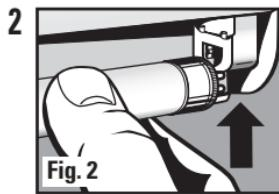

Fig. 2
- 2  Remove the bulb from the fixture by placing your thumbs on the metal ends of the bulb. While applying slight pressure on the bulb, roll the bulb toward you until the contact pins on the ends of the bulb disengage from the socket. Pull the bulb straight out from the socket and set aside during mounting (**Fig. 2**).
Retirez l'ampoule du luminaire en plaçant vos pouces sur les extrémités en métal de l'ampoule. Tout en faisant légèrement pression sur l'ampoule, roulez l'ampoule vers vous jusqu'à ce que les chevilles de contact aux extrémités de l'ampoule se dégagent de la douille (**Fig. 2**). Tirez l'ampoule tout droit pour la faire sortir de la douille et mettez-la de côté pendant le montage.
Installez l'ampoule dans les douilles en alignant les chevilles de fixation de l'ampoule dans les fentes des prises (Fig. 2). En vous servant du pouce et de l'index de chaque main, appuyez sur les bouts en métal de la douille de l'ampoule et faites rouler l'ampoule vers l'avant jusqu'à ce qu'elle ait tourné de 90 degrés à l'intérieur de la douille et établi un contact entre les chevilles de fixation de l'ampoule et les contacts des douilles (Fig. 3).
- 2**  Quite la bombilla del aplique de luz, colocando los pulgares sobre los extremos metálicos de la bombilla. Mientras ejerce una presión ligera sobre la bombilla, haga rodar la bombilla hacia usted, hasta que las espigas de contacto ubicadas en los extremos de la bombilla se desacoplen del portalámpara. Tire de la bombilla directamente hacia fuera del portalámpara y póngala a un lado durante el montaje (**Fig. 2**).
- 2**  Instale la bombilla en los portalámparas alineando las espigas de la bombilla con la ranura de los portalámparas (**Fig. 2**). Utilizando los pulgares y el dedo índice, presione los extremos metálicos del portalámpara y haga rodar la bombilla hacia delante hasta que gire 90 grados dentro del portalámpara, haciendo contacto entre las espigas de la bombilla y los contactos del portalámpara. Coloque el difusor en el reborde superior. Empuje el borde ranurado hacia abajo, hacia el interior del borde inferior, hasta que quede bloqueado.